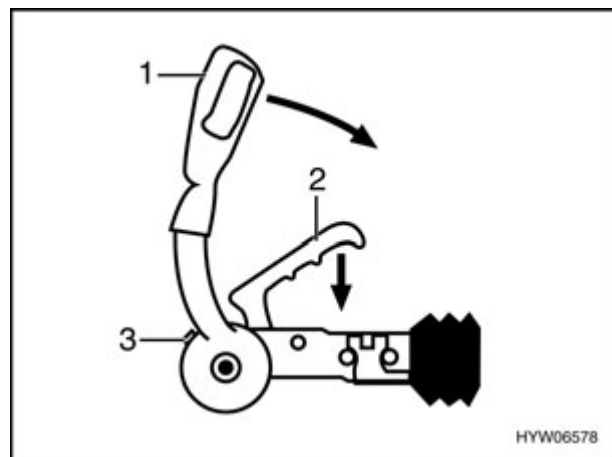

Fig. 4 Acoplamiento de seguridad AL-KO AKS 3004
- Tirar de la palanca de estabilización (Fig. 4,1) hasta el tope superior.
- Mantener el acoplamiento de remolque abierto en la palanca de acoplamiento (Fig. 4,2) y colocarlo en la bola del remolque.
- Durante el control visual: El cilindro verde del indicador de seguridad (Fig. 4,3) debe estar visible.
- Activar el dispositivo de estabilización. Tirar de la palanca de estabilización (Fig. 4,1) hasta el tope inferior.